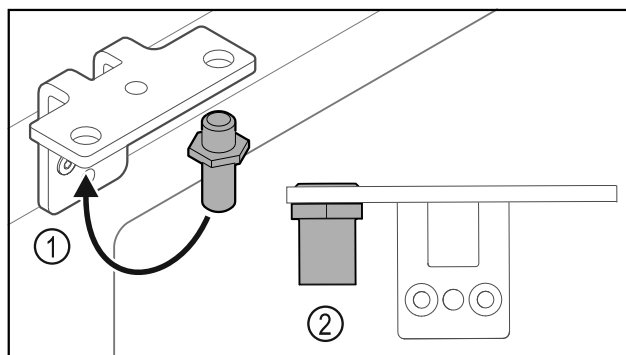

Fig. 26
- Mettre l'axe Fig. 26 (1) dans l'autre trou de l'équerre de charnière.
- Serrer l'axe Fig. 26 (2) au **couple de 12 Nm (9 ft-lb)**.